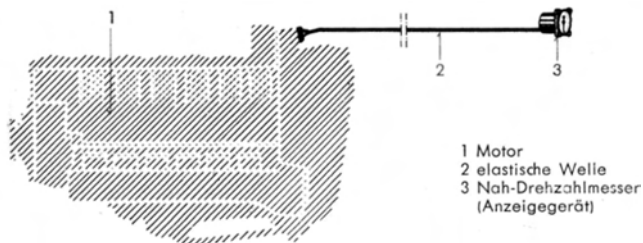

Abb. 2 Nah-Drehzahlmesseranlage
Der Nah-Drehzahlmesser (Abb.2) (3) beruht auf dem Fliehpendelprinzip und wird über eine elastische Welle (2) vom Motor (1) aus mit halber Kurbelwellendrehzahl angetrieben.